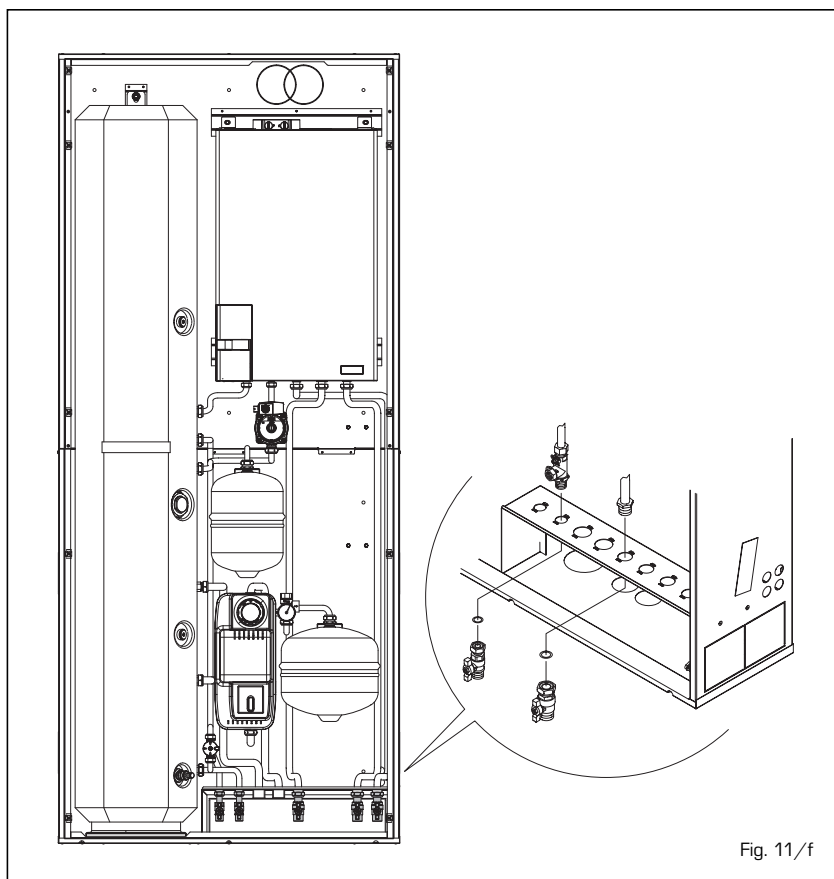

Fig. 11/f
2.9.8 Sonde serpentino solare (S2), bollitore solare (ST) e collettore solare (S1)
Procedere al collegamento delle sonde serpentino solare (S2) e bollitore solare (ST) posizionandole come indicato in fig. 11/g.